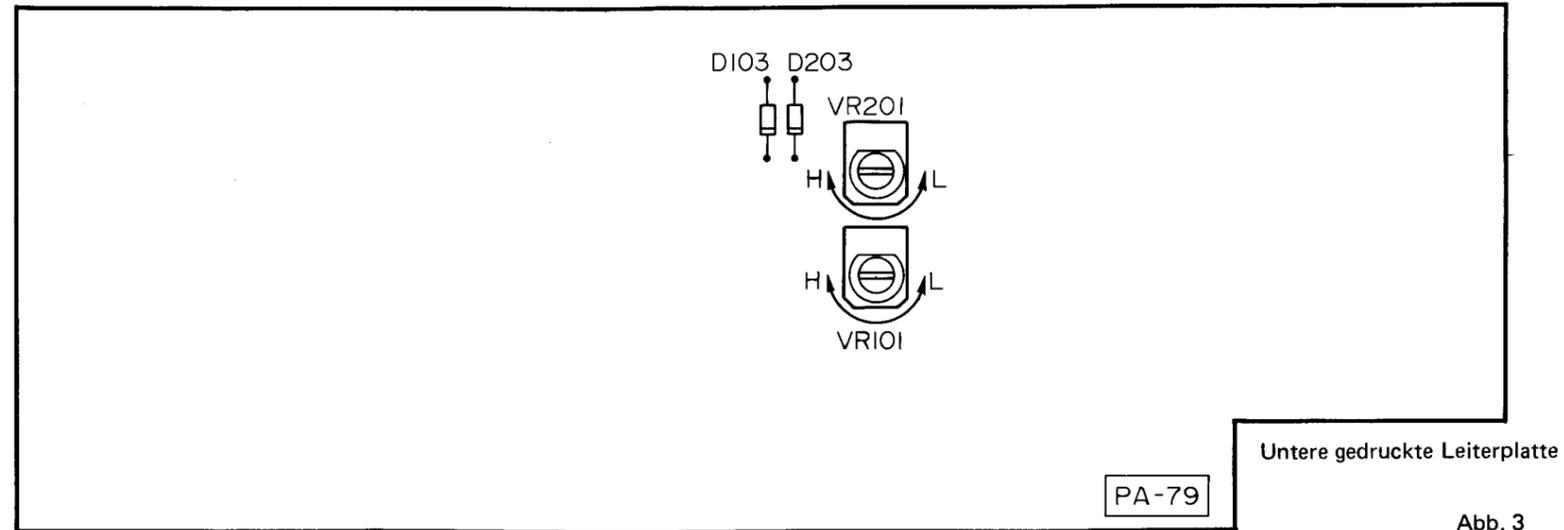

Abb. 3
**IC102 (TA7318P) Ausgangsspannung (siehe Abb. 3)**
1. VR101 und VR201 bis zum Anschlag nach links (L) drehen.